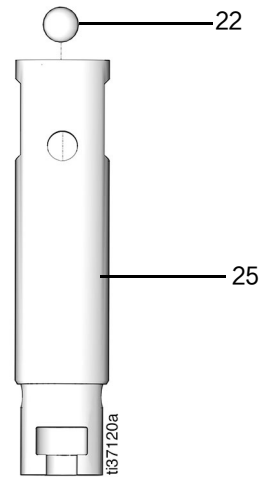

图 56
- 将阀球 (22) 重新放回泵活塞 (25) (图 56)。